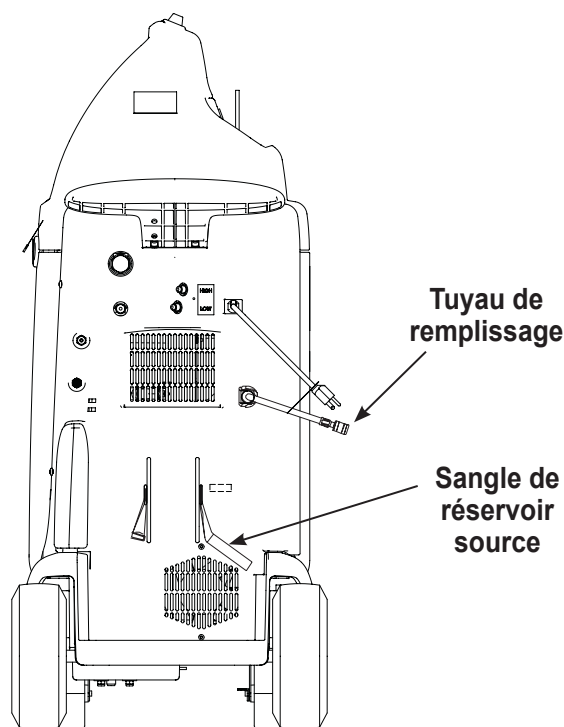

Figure 10
2. Branchez le tuyau de remplissage au connecteur de liquide sur le réservoir source plein et ouvrez la soupape de réservoir source. Voir la Figure 10.